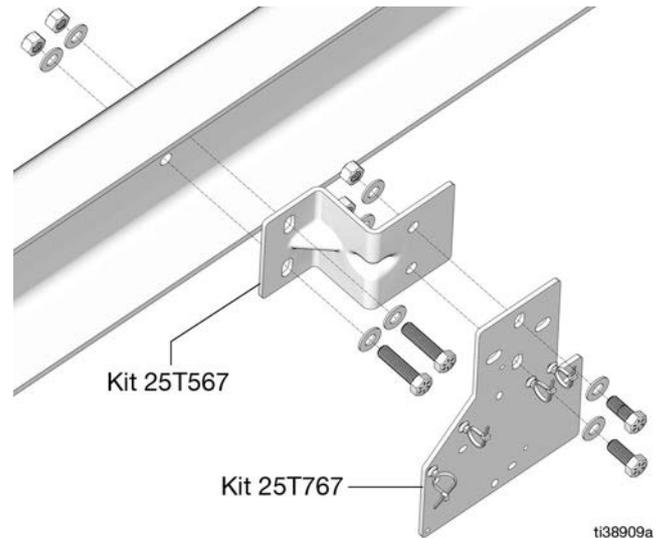
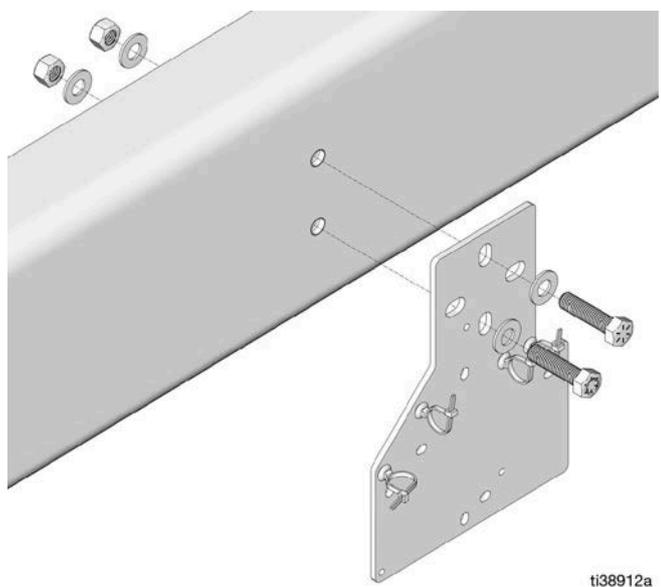

FIG. 8: Montaje de fijación al interior del bastidor del camión (Kits 25T567 y 25T767)
FIG. 11: Montaje de fijación en el exterior del bastidor del camión (Kit 25T767)
- Utilice soportes de montaje para fijar la bomba directamente en el exterior o el interior del bastidor inferior del camión. Apriete los tornillos a 223,7 N•m (165 ft-lb), como se muestra en FIG. 8 a FIG. 11.